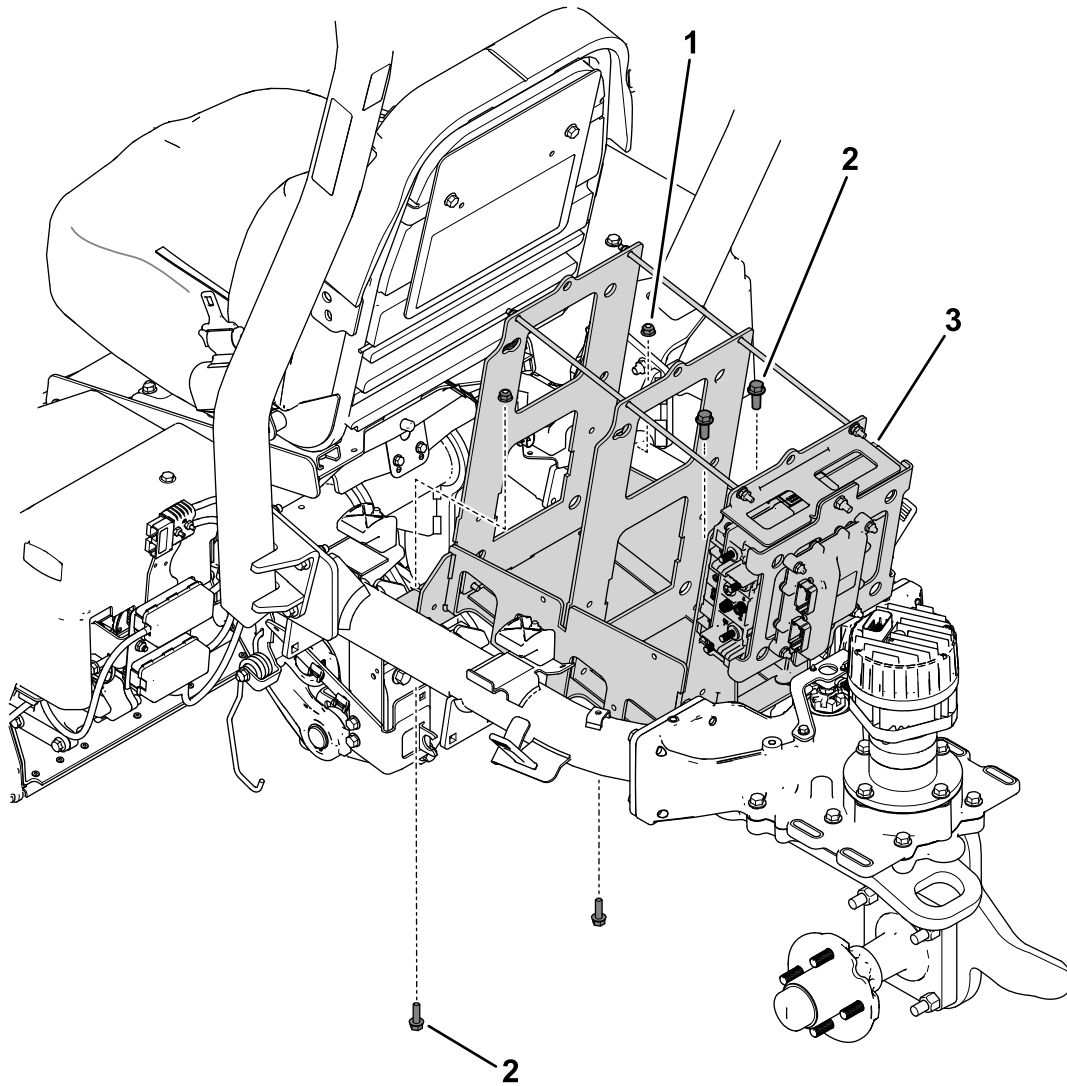

Figura 5
4. Rimuovete la bulloneria che fissa la base superiore delle batterie al telaio della macchina (Figura 5).